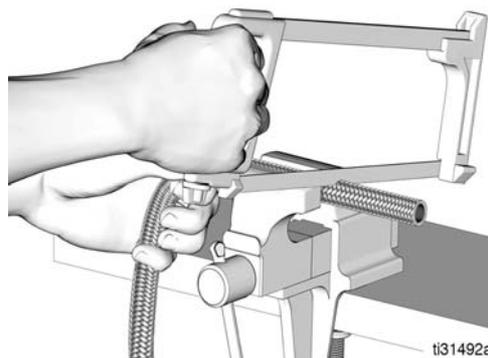

FIG. 57
2. Couper en équerre le tuyau avec une scie à métaux à dents fines ou une meule à tronçonner (FIG. 57).